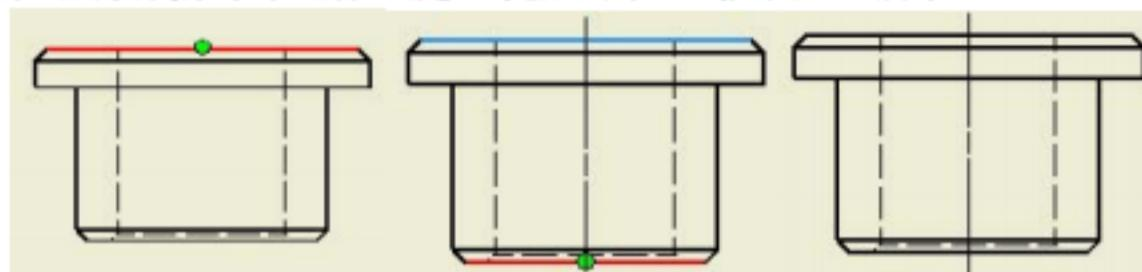

图5-47 中心线
2) 中心线：用于标注孔中心、环形边和圆柱形对象。单击“中心线”图标按钮，在视图上依次选择第一个中心点、中点或顶点，然后依次选择第二个中心点、中点或顶点，单击鼠标右键在右键弹出的快捷菜单中选择“创建”，完成的中心线如图5-47所示。